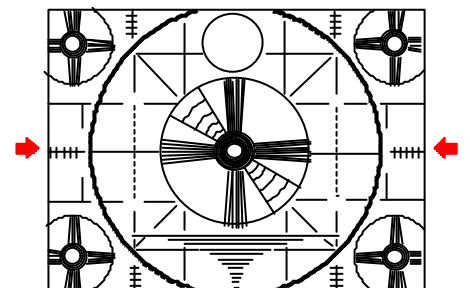

Fig.1-7
2. 上下の垂直目盛りが SPEC 内となるようにリモコンの「音量 + . . .」キーにて調整する。(Fig1-7)